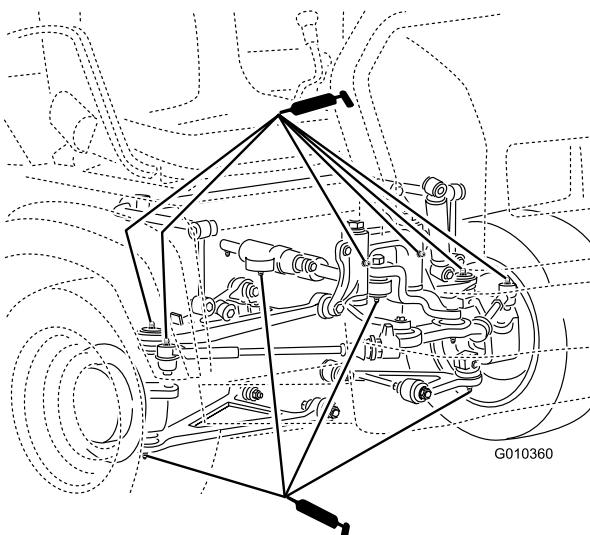

Figure 39
- Rotules (4), biellettes (2), supports de pivot (2) et vérin de direction (2), comme montré à la Figure 39